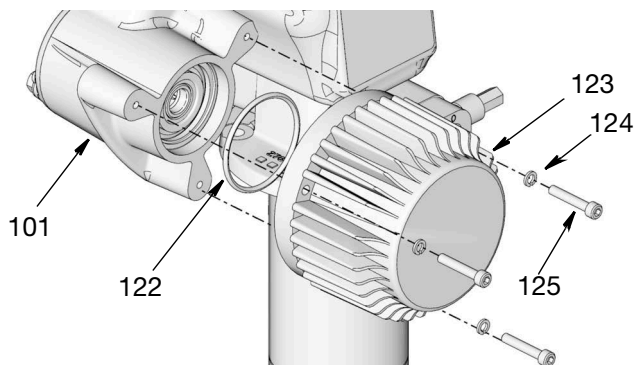

Рис. 59
- Нанесите тонкий слой консистентной смазки на уплотнительное кольцо (122). Установите уплотнительное кольцо в электродвигатель (123) (Рис. 59).
- Установите новый электродвигатель (123) с помощью винтов (125) и шайб (124) (Рис. 59). Используйте гаечный ключ для надежной затяжки винтов. Затяните с усилием 17 - 19 футов на фунт (23 - 25 Н-м)